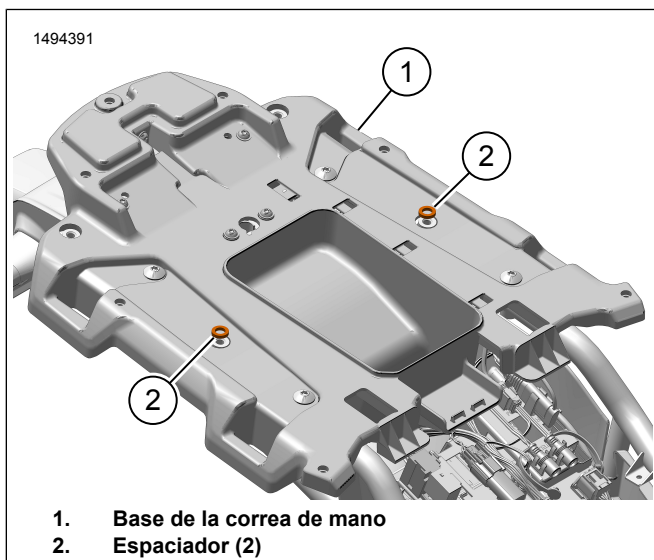

Figura 7. Espaciadores
6. Consulte la Figura 7. Instale espaciadores (2) en la base de la correa de mano (1).